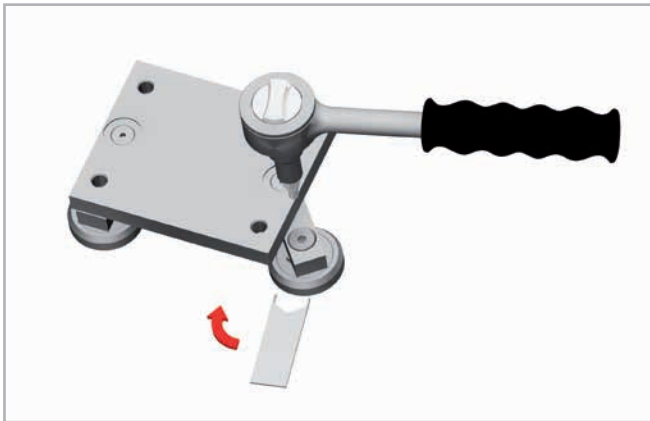

Рис. 23
- ввести специальный входящий в комплект поставки плоский регулировочный ключ в зацепление с шестигранником регулируемого ролика (см. рис. 23);